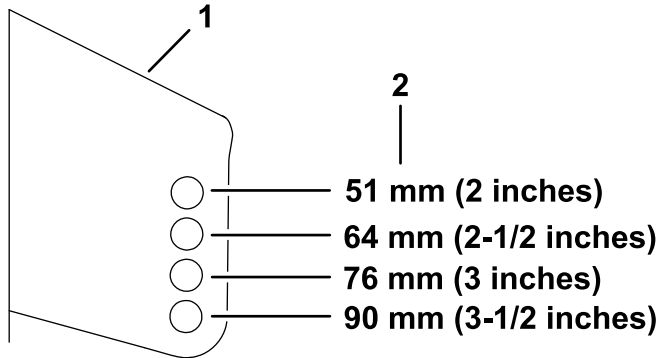

Figure 28
- Placez les galets dans l'une des positions indiquées à la Figure 28.